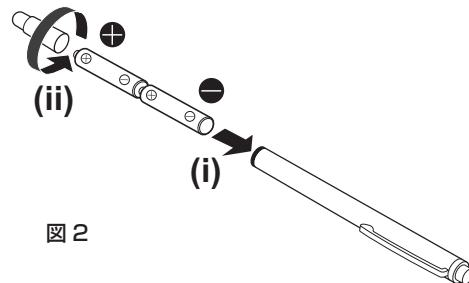

図 2
- 2) 電池を図の向きに入れ、ペンの頭部を逆方向に回して閉じる（図 2）